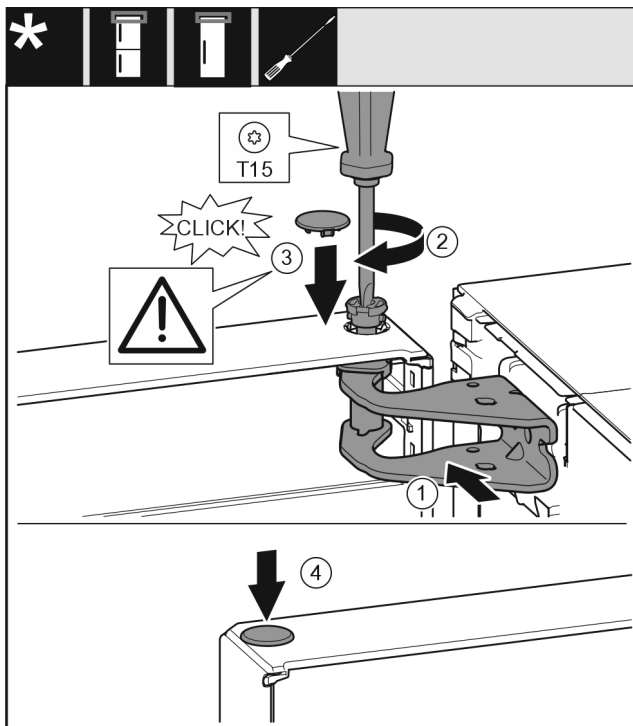

Fig. 20
- ▶ Dveře nahoře vyrovnáte s otvorem ve stojanu ložiska. Fig. 20 (1)
- ▶ Vložte čep a pevně jej utáhněte šroubovákem T15. Fig. 20 (2)
- ▶ K zajištění dveří namontujte bezpečnostní kryt: Bezpečnostní kryt nasadíte a zkontrolujete, zda přiléhá na dveře. V opačném případě čep zcela zasuňte. Fig. 20 (3)
- ▶ Vložte zátku. Fig. 20 (4)